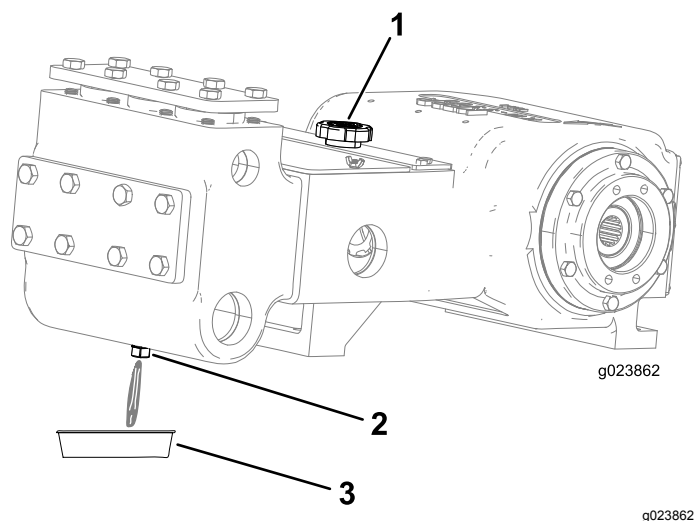

Рисунок 125
4. Удалите сливную пробку и подставьте сливной поддон под сливное отверстие (Рисунок 125).
6. Дайте маслу стечь из сливного отверстия в сливной поддон (Рисунок 125).
8. Снимите крышку маслозаливной горловины (Рисунок 125) и залейте приблизительно 1,8 л масла или пока его уровень не достигнет